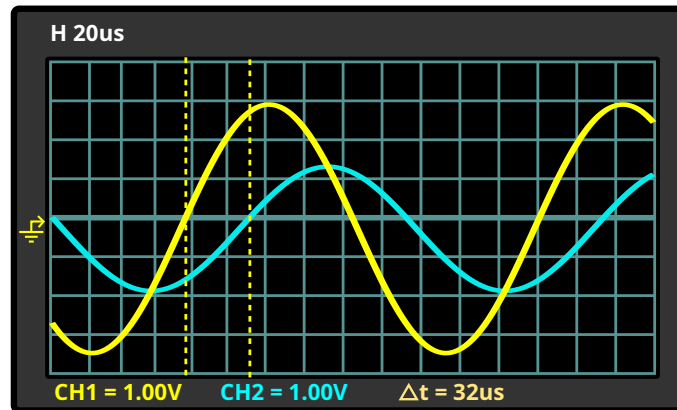

Figura 6.2: Desfase entre dos ondas de misma frecuencia. La onda de la tensión de la resistencia está en atraso con respecto a la onda de tensión del generador.
- Medir la diferencia de tiempo entre las dos formas de onda. Por ejemplo, puede fijarse en el cruce del eje de tiempo horizontal y medir esta diferencia tal como se muestra en la figura 6.2.